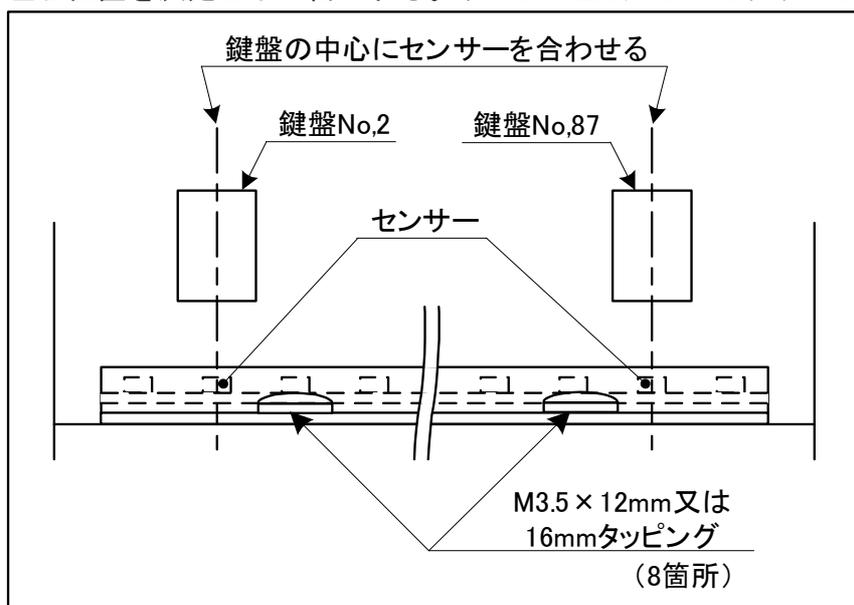

図4.2-3 鍵盤センサーの左右位置決め
- (3) 図4.2-3の様に鍵盤No.2とNo.87を取り付け、センサーの中心線上に鍵盤の中心が重なるようにして左右位置を決定しネジ留めする。(M3.5×12mm又は16mmタッピング 8本)